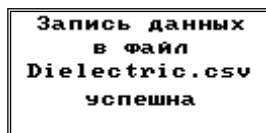

Рисунок 64
7.2.4 Для сохранения измеренных величин на SD-карте нажмите кнопку , будет выведено информационное сообщение об успешной записи данных (рисунок 64) в файл «Dielectric.csv».